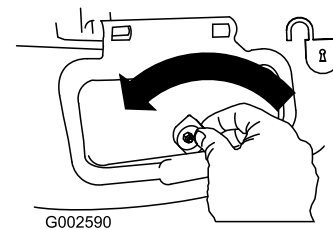

Figure 30
- 1. Unlock the side-discharge door (Figure 30).